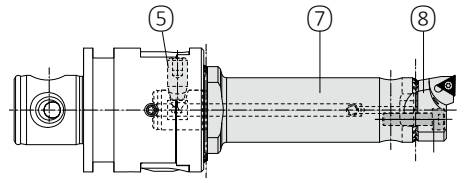

Bild 3
**Kerzbahnkörper und Plattenhalter (Bild 3)**